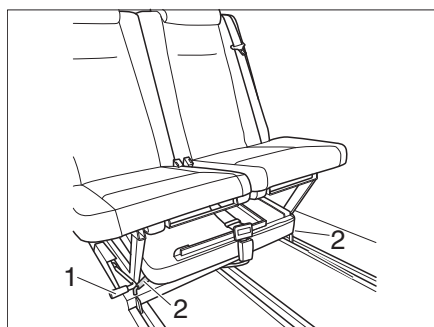
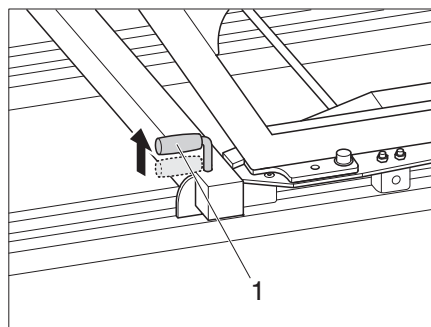

Figure 9 Démontter la banquette
Figure 10 Levier de verrouillage
- Tirer les deux leviers de verrouillage (Figure 9, 2 et/ou Figure 10, 1) vers le haut.
- Tirer le levier de positionnement (Figure 9, 1) et pousser doucement la banquette vers l'arrière jusqu'à ce que celle-ci puisse être soulevée hors des glissières.